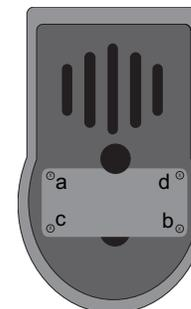

Fig. 84 - Installazione del coperchio
- Serrare con cura le viti ruotandole di un giro per volta in sequenza alternata (Fig. 84). Iniziare dalla vite in alto a sinistra (a), passare a quella in basso a destra (b), quindi serrare la vite in basso a sinistra (c) e per ultima quella in alto a destra (d).